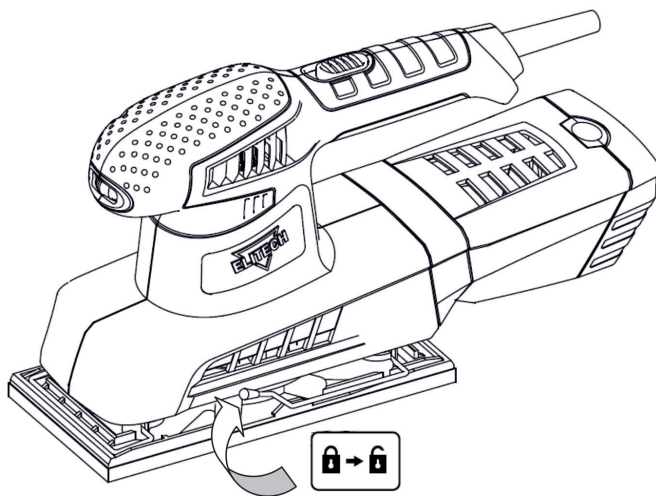

Рис. 2
2. Выведите из паза основания и освободите правый и левый рычаг зажима шлифлиста (рис. 2)